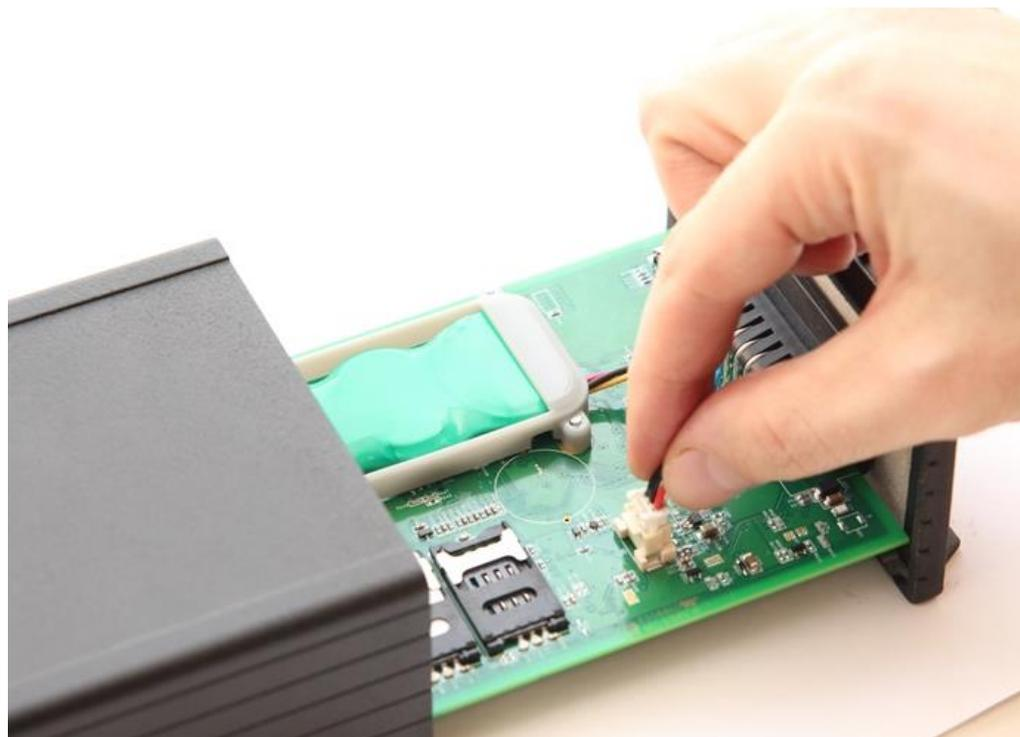

Рисунок 4.5.
10. Подключите аккумуляторную батарею к разъему (рисунок 4.5).